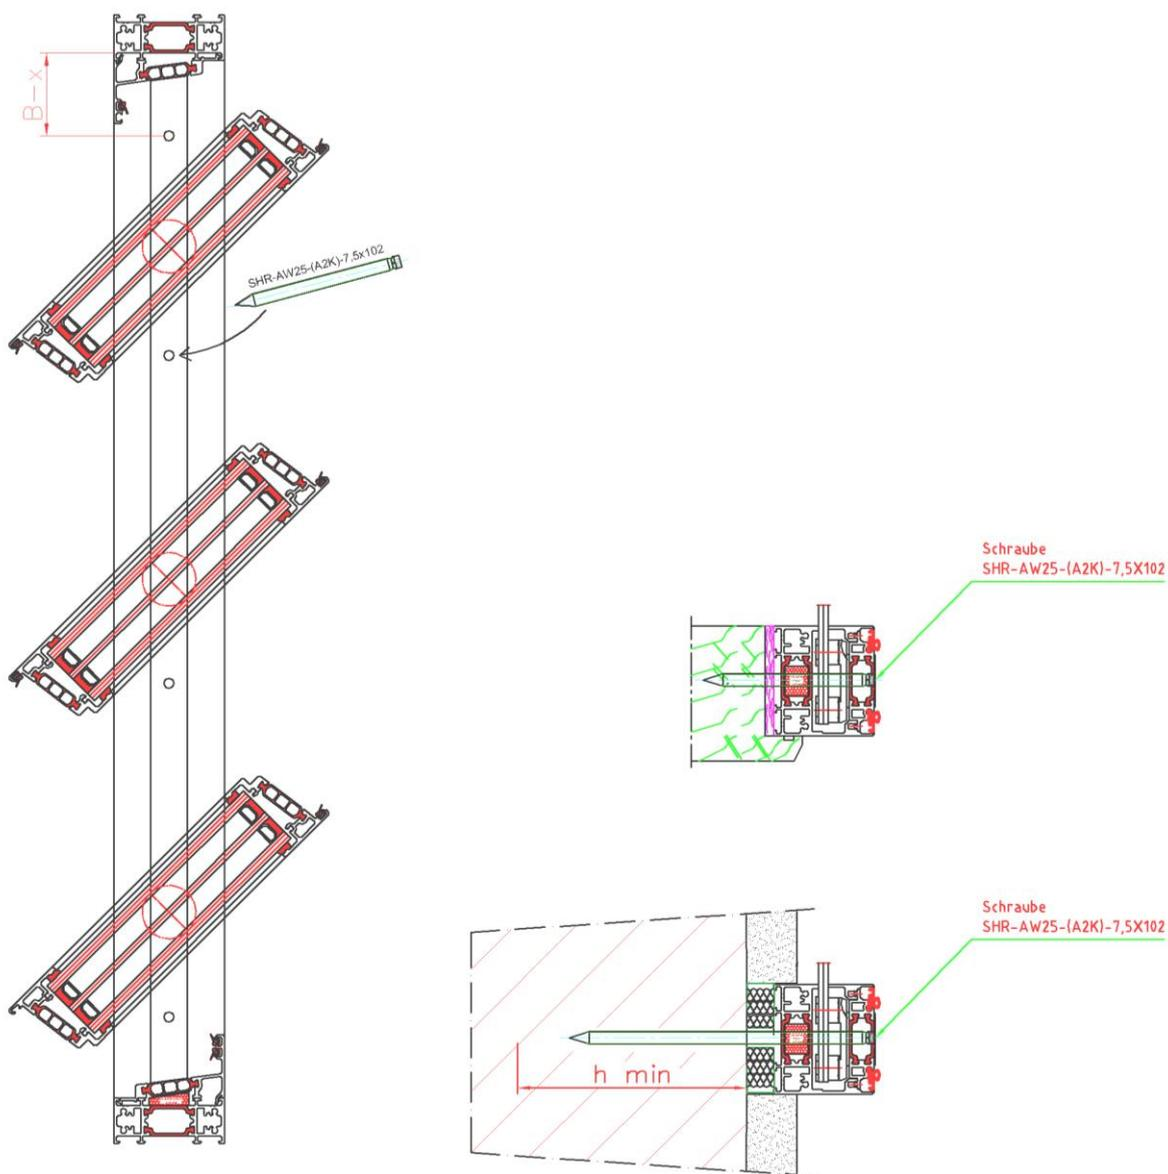

Abb. 14 Zeichnungsdarstellung am Beispiel TAIRMO/TAIRMO Ganzglas
- Laschen am Elementrahmen um 90° nach innen drehen und mit zweiter Schraube sichern (Abb. 14 Bild A)
- Lasche im Dübelbereich hinterfütern (Abb. 14 Bild B und C)